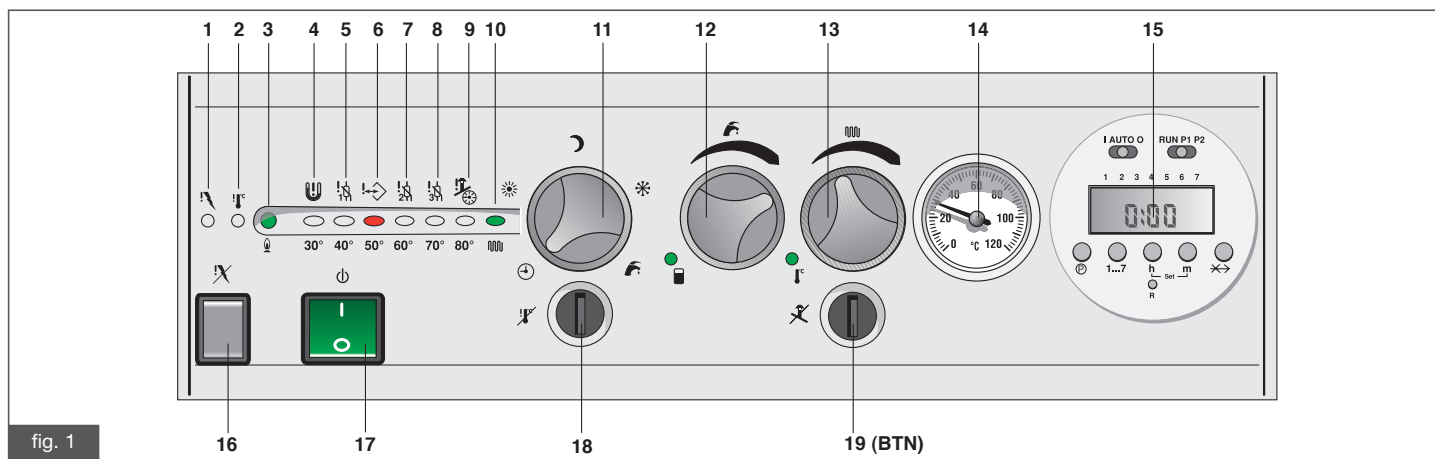

fig. 1
- portare il pulsante di accensione del gruppo termico **17** (fig. 1) in posizione **ON** (l'interruttore è illuminato);
- quando l'impianto di riscaldamento richiede calore si accende la lampada **10** di richiesta riscaldamento (fig. 1).
**Nonostante questo il gruppo termico potrà andare in blocco una o due volte. Ripristinare quindi il funzionamento della stessa agendo sul pulsante **16** (fig. 1).**